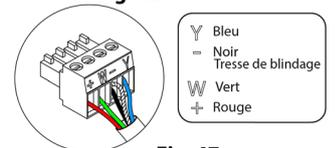

Fig. 47
Pour la connexion du thermostat ^④, vous disposez d'une borne à 4 broches. Fixez les câbles à l'aide des vis de la borne, en respectant le code couleur (Fig. 47).